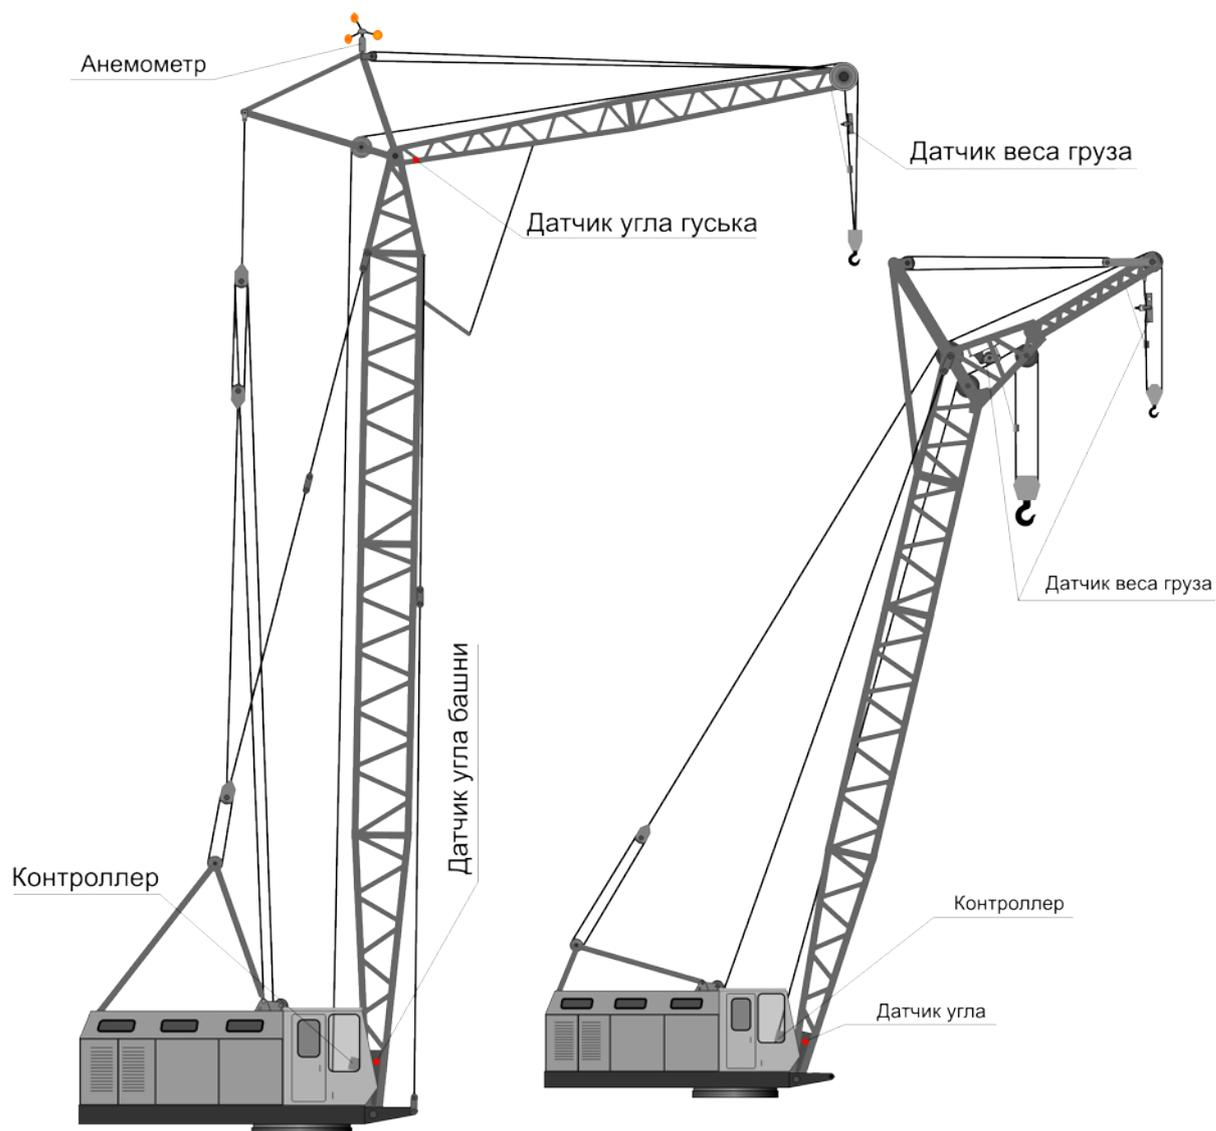

Рис.1
5.1. Система АОГ, рис.1, состоит из составных частей:
6.2. Размещение элементов системы АОГ на кране показано на Рис.1.